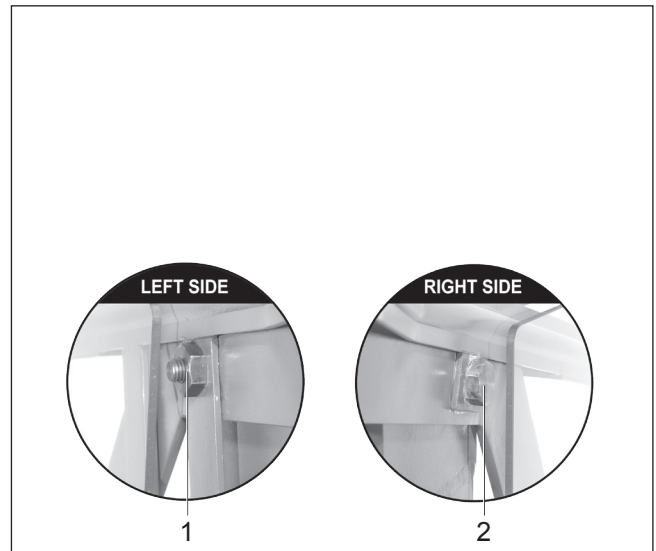

Fig. 12
- Lossa muttern (Fig. 12/1) och skruven (Fig. 12/2).
- Drag åt skruven (Fig. 12/2) för att minska glappet.
- Lås skruven med muttern (Fig. 12/1).
3. Demontera de två skruvarna som håller häfthuvudet. (Fig. 12/2).